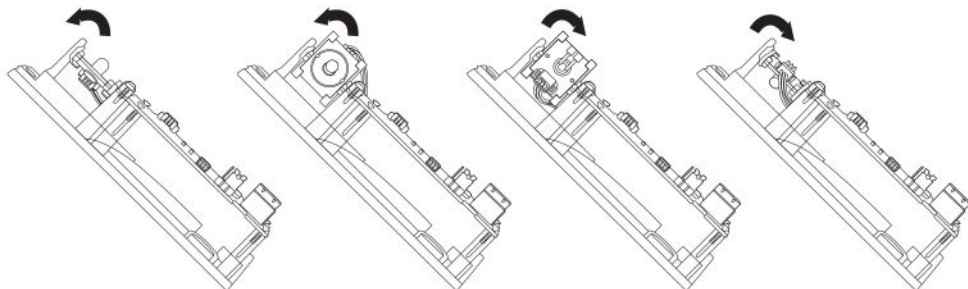

Fig 5
- 2 Infracrveni prijemnik, orijentiran za 220 stupnjeva. Pogledajte Fig 5.